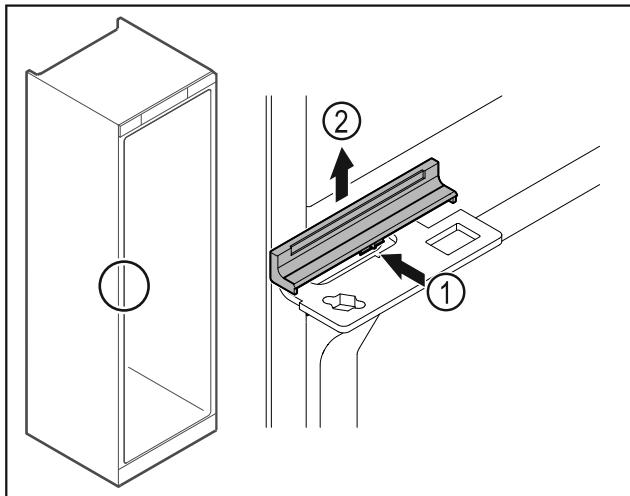

Fig. 48
- ▶ Кришку Fig. 48 (1) трохи натиснути в центрі та зняти рухом вгору Fig. 48 (2).